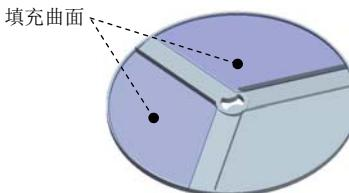

图 5.16 填充曲面
Step9. 参见 Step8 的操作步骤, 创建图 5.16 所示的剩余两个填充曲面。